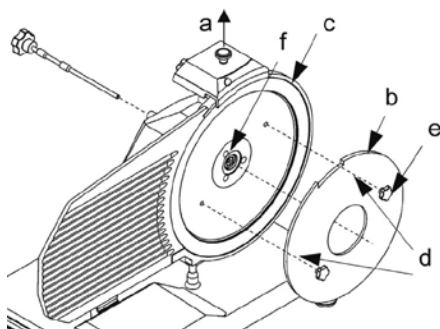

Fig. 7 – Montage de l'outil en plexi (b) pour enlever la lame
Pour nettoyer la lame de l'autre côté, il faut la retirer (voir fig. 7).
- Retirez la plaque couvre-lame (voir fig. 7);